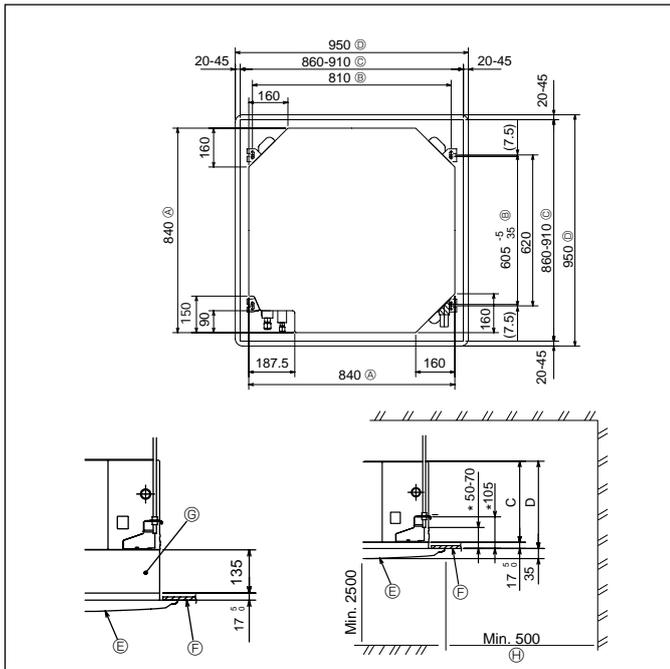

Fig. 2-2
## 2.2. Расположение отверстия в потолке и навесных болтов (Fig. 2-2)
- \* Размер потолочного отверстия можно регулировать в пределах, указанных на Fig. 2-2, таким образом, чтобы отцентровать главный прибор в потолочном отверстии, обеспечив одинаковые зазоры по всем соответствующим противоположным сторонам.